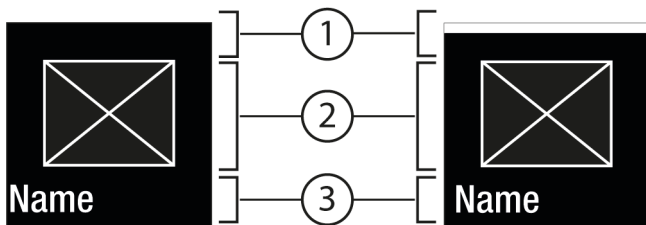
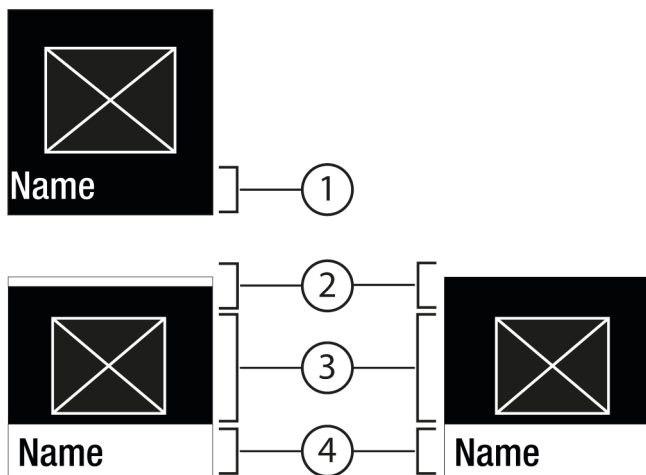

Fig. 6
Fig. 7
- С помощью Подтвердить Fig. 5 (2) вызвать Подменю Fig. 7 (4).
- Ус тановка нового значения: С помощью Подтвердить Fig. 5 (2) выбрать деактивированное значение Fig. 6 (1).
- Назад в меню: С помощью Подтвердить Fig. 5 (2) выбрать уже активированное значение Fig. 6 (2).
- ▷ Состояние активировано Fig. 6 (1) появляется ненадолго в Подменю Fig. 7 (4).